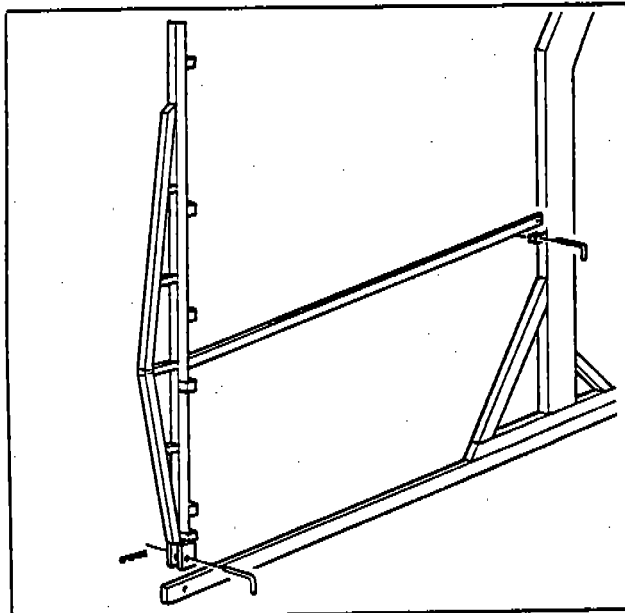

Fig. 32
- a) Matching the marks on the rail support and base rods (Fig. 32), assemble the supporting columns, securing them with pins and safety clips.
- a) Rispettando le sigle riportate su gamme e supporti (Fig. 32), montare i supporti di scenario e fissarli con spine e copiglie.